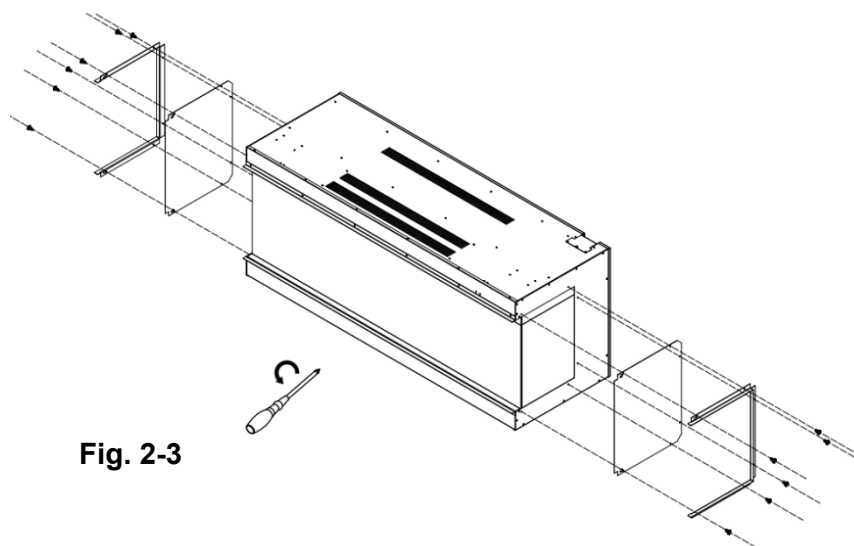

Fig. 2-3
2. Tag stængerne og panelerne af, hvis du vil se ilden fra tre sider. Fig.2-3